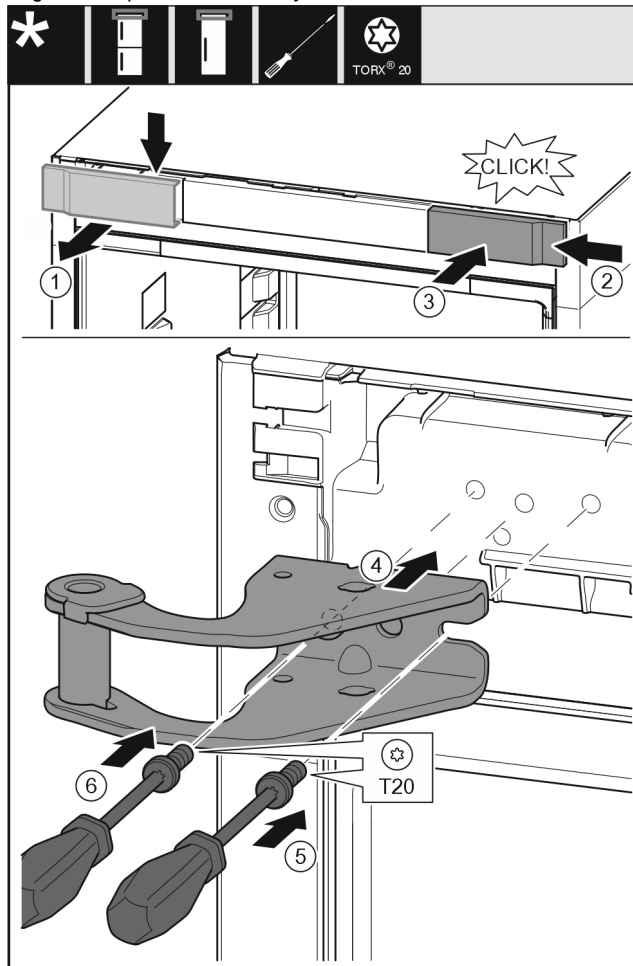

Fig. 11
- ▶ Afdekking Fig. 11 (1) van boven af naar voren lostrekken.
- ▶ Afdekking Fig. 11 (2) 180° gedraaid aan de andere zijde van rechts inhangen.
- ▶ Afdekking Fig. 11 (3) vastklikken.
- ▶ Bovenste lagerbok Fig. 11 (4) bevestigen.
- ▶ Schroef Fig. 11 (5) met schroevendraaier plaatsen en vastdraaien.
- ▶ Schroef Fig. 11 (6) met schroevendraaier plaatsen en vastdraaien.